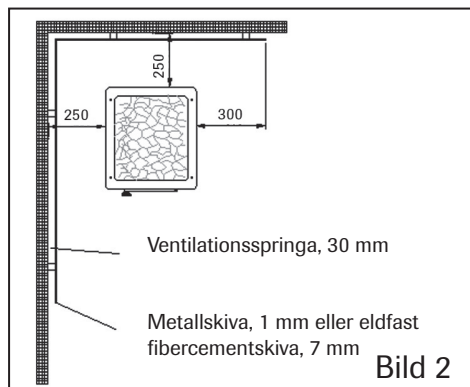

Bild 2
2. De skyddsavstånd som nämns under punkt 1 kan dock halveras (till 250 mm) om ett s.k. enkelt, lätt skydd används. Ett sådant enkelt, lätt skydd kan tillverkas av en eldfast fibercementskiva om minst 7 mm eller en metallskiva om minst 1 mm, som fästs ordentligt vid väggen. Lämna en ventilationsspringa om minst 30 mm mellan skyddsskivan och väggen, med hjälp av t.ex. rörbussningar. (Bild 2)